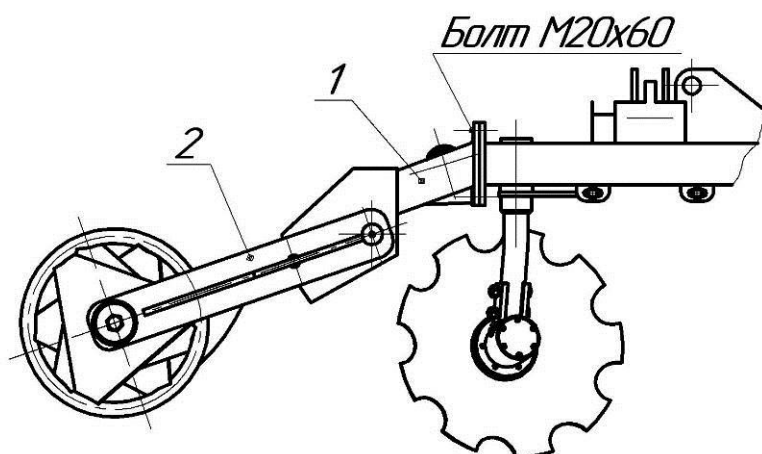

Рис. 4.5.2.
4.5.2. Установите кронштейны 1 крыловых (малых) шлейф-катков, как показано на рис.4.5.2., совместив установочные фланцы и зафиксировав их болтами M20x60мм, гайками и шайбами пружинными.
4.5.4. Установите все коромысла 2 (рис.4.5.2) кронштейнов всех шлейф-катков в отверстия, предварительно смазав оси густой смазкой, с помощью шайб $\varnothing 25 \times \varnothing 66 \times 6$ мм и гаек корончатых M24x2. Гайки зафиксируйте шплинтами $\varnothing 5 \times 60$ мм.